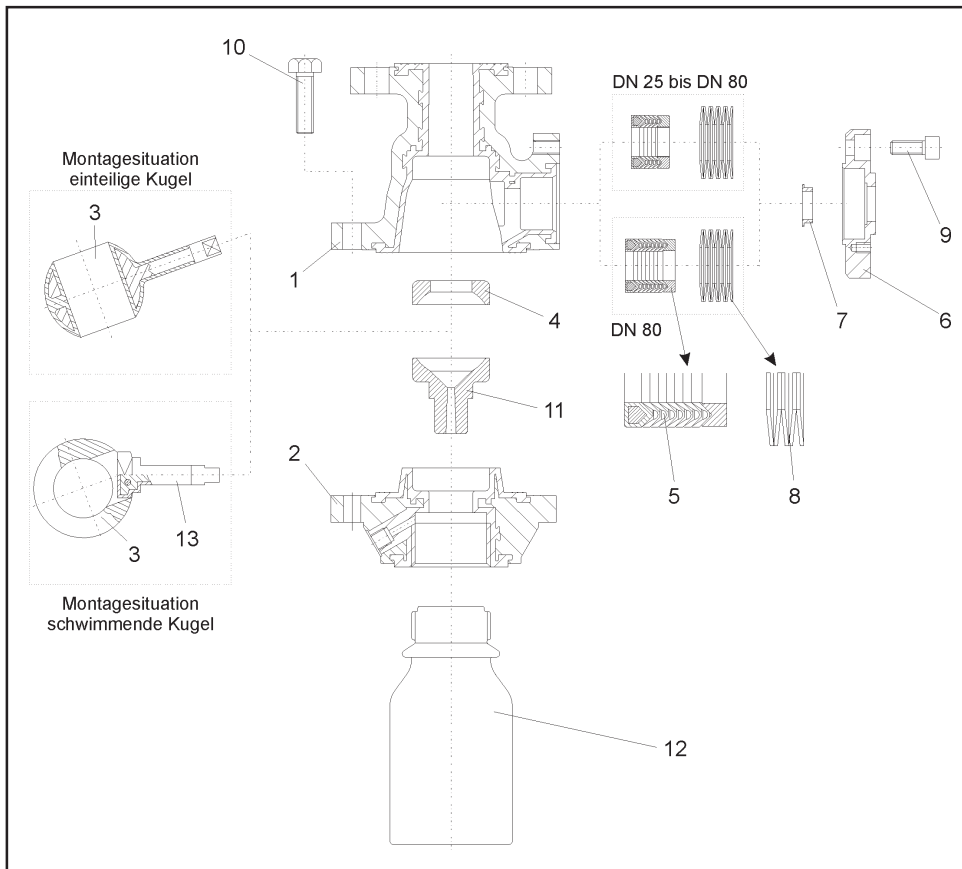

Bild 3 - Explosionszeichnung des Probenehmerhahns BR 27m
**Hinweis:** Die in der Explosionszeichnung (Bild 3) dargestellte Lage und Anordnung der Einzelteile ist bei der Montage einzuhalten.
Auf die Dachmanschettenpackung wird der Tellerfedersatz ( 8 ) gelegt. Auch die Anordnung der Tellerfedern sind der Explosionszeichnung ( Bild 3 ) zu entnehmen.